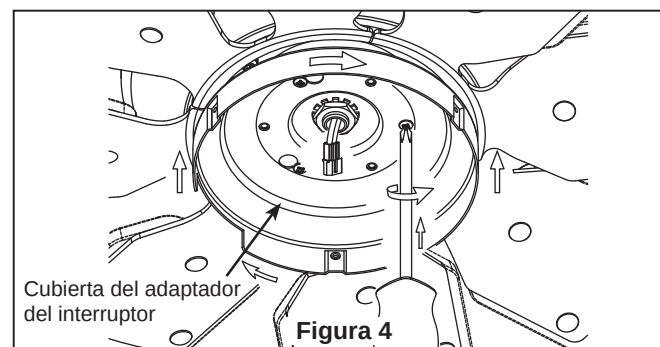

Figura 4
- ☐ 4. Fije la cubierta del adaptador del interruptor en el borde de soporte usando tres de los seis tornillos anteriormente extraídos y fíjelos por completo. (Figura 4)